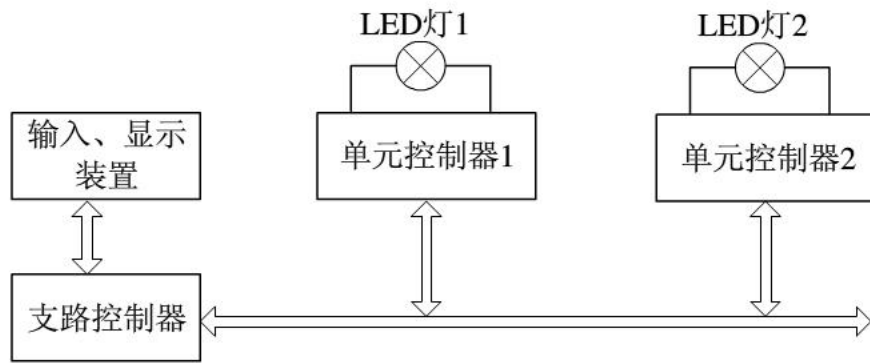
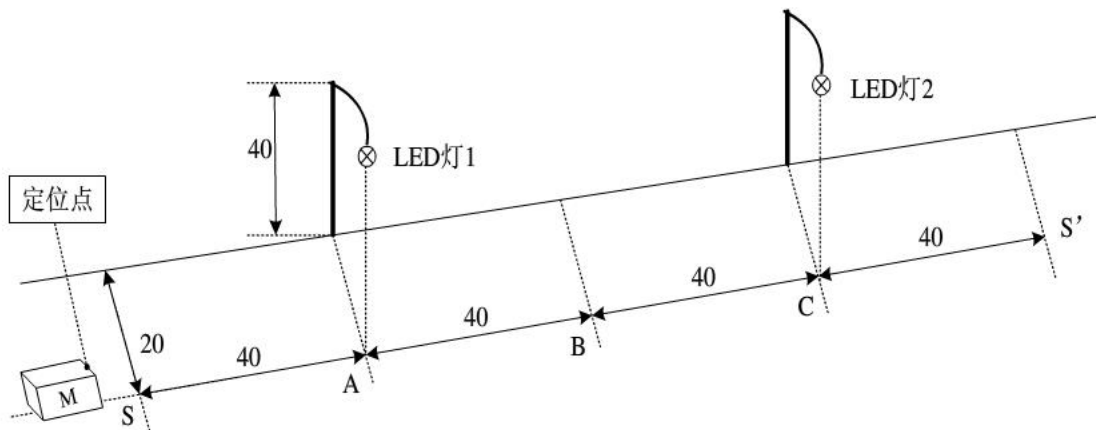

图1 路灯控制系统示意图
图2 路灯布置示意图 (单位: cm)
设计并制作一套模拟路灯控制系统。控制系统结构如图 1 所示，路灯布置如图 2 所示。
- (1) 支路控制器有时钟功能,能设定、显示开关灯时间,并控制整条支路按时开灯和关灯。
- (2) 支路控制器应根据环境明暗变化,自动开灯和关灯。
- (3) 支路控制器应根据交通情况自动调节亮灯状态:当可移动物体M(在物体前端标出定位点,由定位点确定物体位置)由左至右到达S点时(见图2),灯1亮;当物体M到达B点时,灯1灭,灯2亮;若物体M由右至左移动时,则亮灯次序与上相反。
- (4) 支路控制器能分别独立控制每只路灯的开灯和关灯时间。
- (5) 当路灯出现故障时(灯不亮),支路控制器应发出声光报警信号,并显示有故障路灯的地址编号。